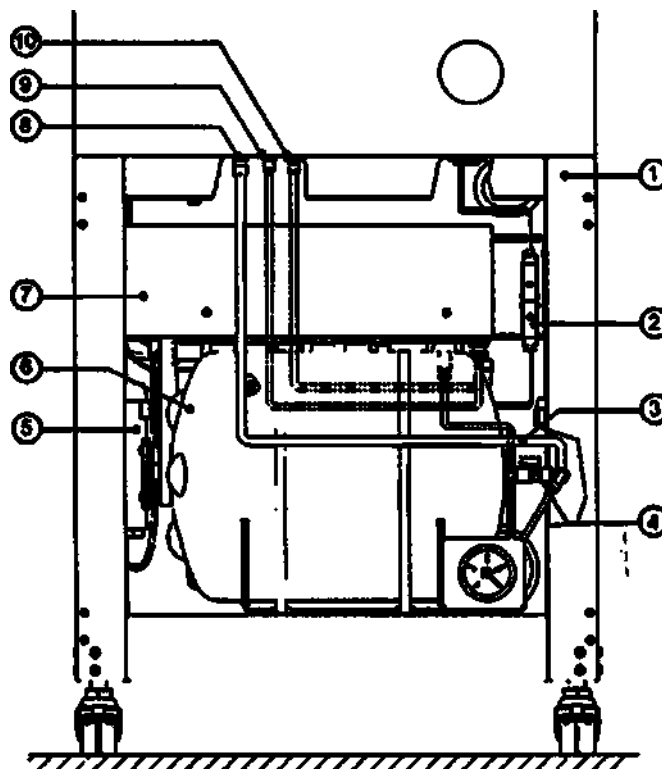

Рис. 2: Установка устройства подготовки воды MELAdem 56 в напольном шкафу-подставке для парового стерилизатора Cliniclave 45.
5. Присоедините шланг 10/8 мм, шланг 6/4 мм (0.7 м) и шланг 8/6 мм к соответствующим соединениям напольного шкафа-подставки парового стерилизатора (Рис. 2, поз. 8, 9 и 10).